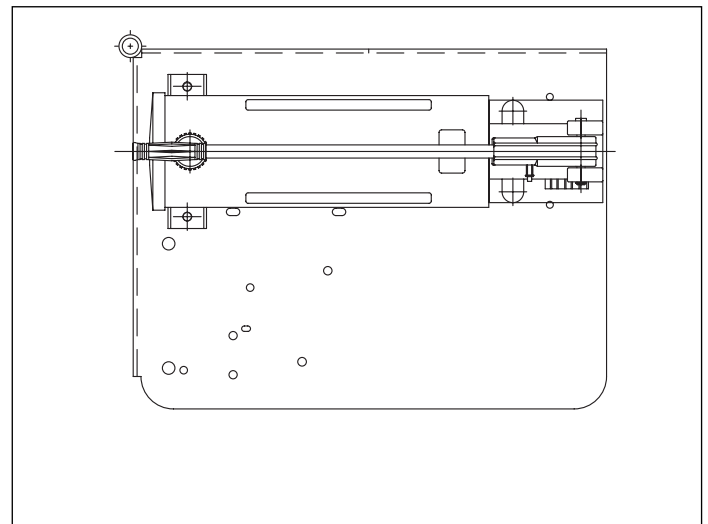

Abbildung 4: P-802 Handpumpe
3. Montieren Sie die Handpumpe an vier Stellen am Tisch, und verwenden Sie dazu die mitgelieferten Kleinteile. Verwenden Sie Befestigungsschellen für den Pumpenkopf. Siehe Abbildung 4.